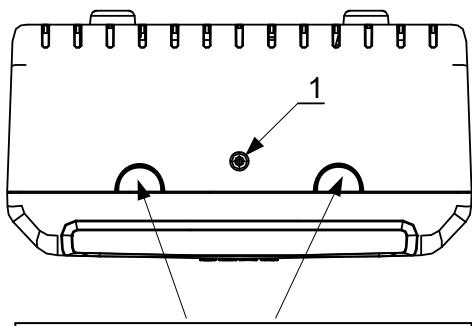

Рисунок 1. Вид сверху
- нажать на выемки на верхней стороне корпуса РИП и открыть крышку (рис. 1).